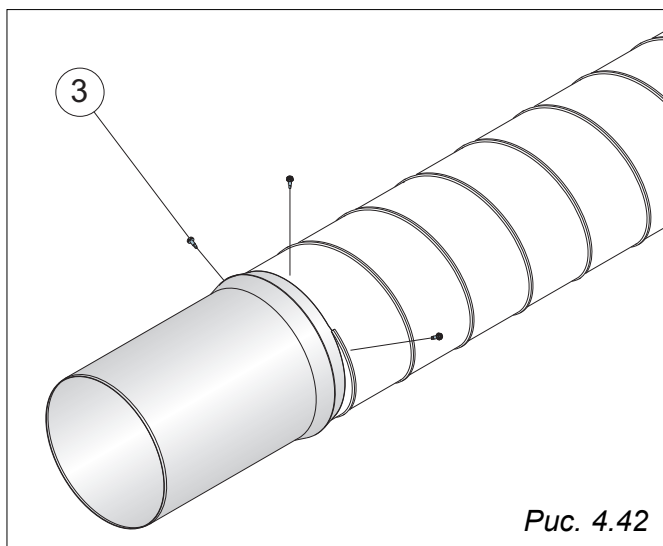

Рис. 4.42
2) Закрепить саморезами (3) сбоку и сверху, как показано на рис. 4.42